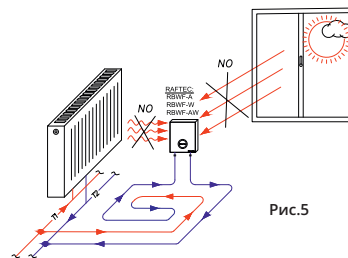

Рис.5
- необходимо избежать попадания солнечных лучей на термостат (см. рис.5)